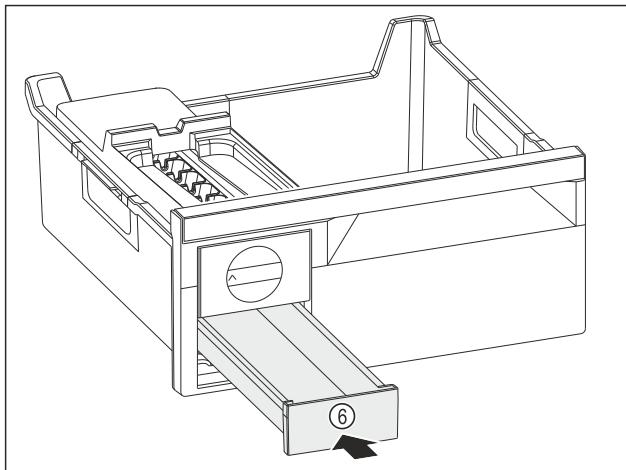

Fig. 109
► Eiszapfenschubfach Fig. 109 (6) einschieben.